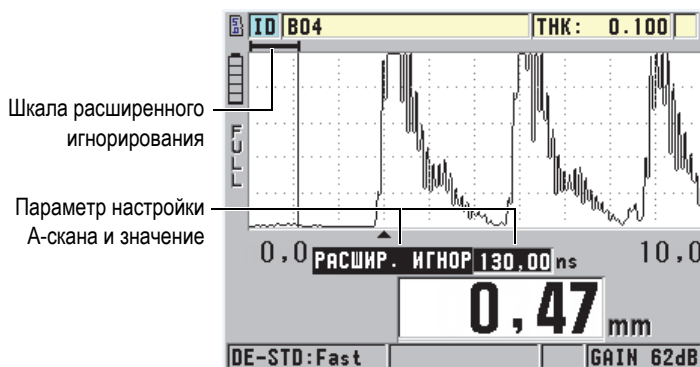

Рис. 9-2 Настройка длины расширенного игнорирования
1. Нажмите [**GAIN/WAVE ADJ**] (только при наличии опции А-скана). Параметр настройки А-скана и его значение появляются на экране измерений (см. Рис. 9-2 на стр. 169).
Горизонтальная линия над экраном А-скана обозначает длину расширенного игнорирования (см. Рис. 9-2 на стр. 169).